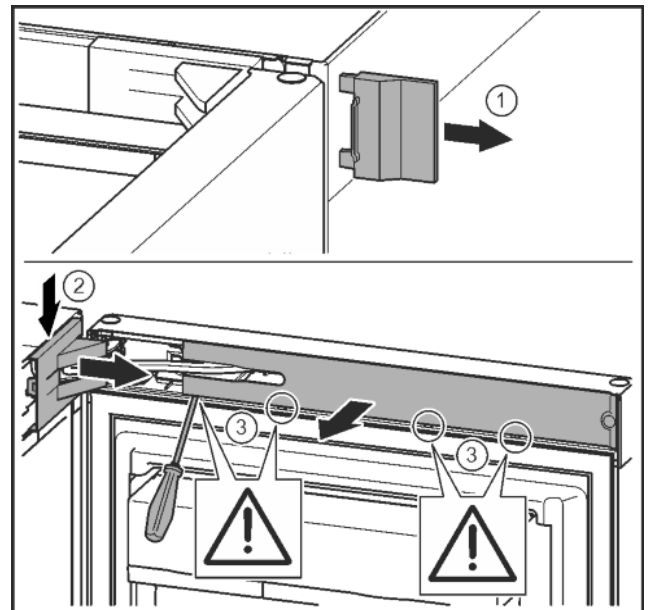

Fig. 10
- ▶ Äußere Abdeckung abnehmen. Fig. 10 (1)
▶ Lagerbockabdeckung mit Hilfe eines Schraubendrehers ausrasten und lösen. Lagerbockabdeckung abnehmen. Fig. 10 (2)
▶ Blende mit Schlitzschraubendreher ausrasten und zur Seite schwenken. Fig. 10 (3)